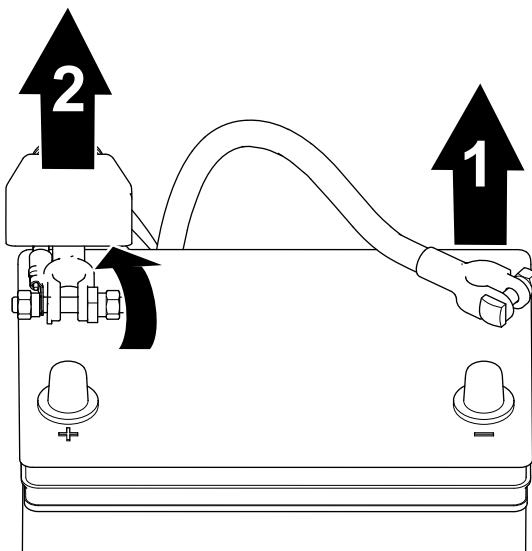

図 39
- バッテリー端子から、マイナスケーブルを外す図39。
- バッテリーのプラスケーブルについている絶縁カバーを外して、プラスケーブルをバッテリーから外す図39。